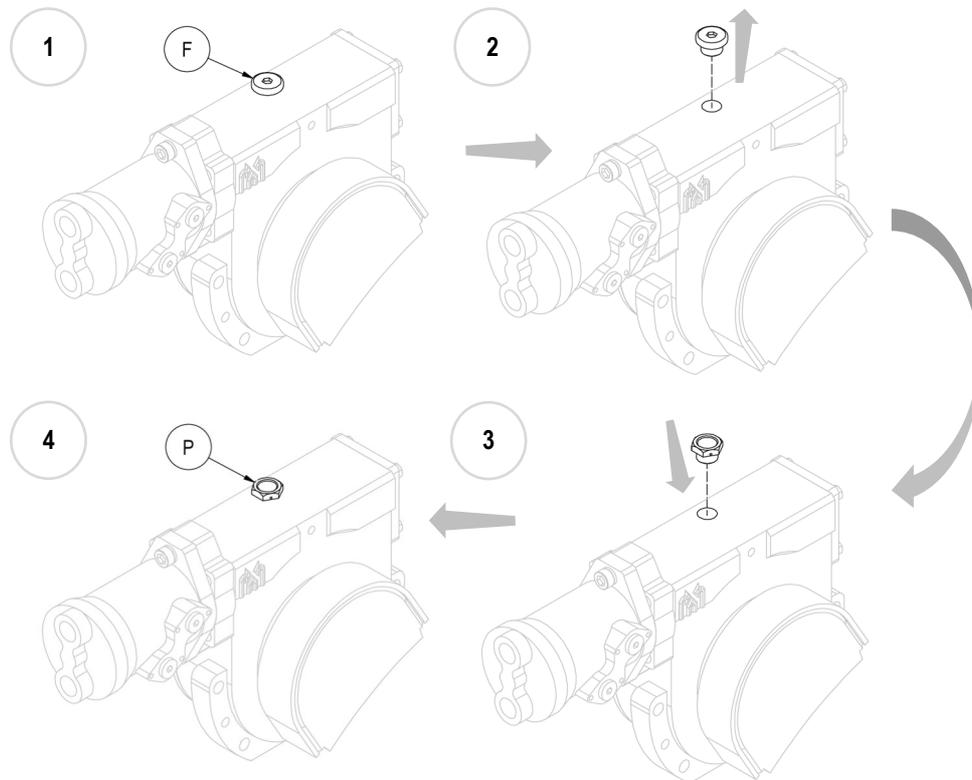

Figure 5
10. **N.B.** Avec l'équipement monté, avant utilisation, remplacer le bouchon borgne de remplissage d'huile en fer (F) par celui en plastique fourni (P), avec évent (voir Figure 5).